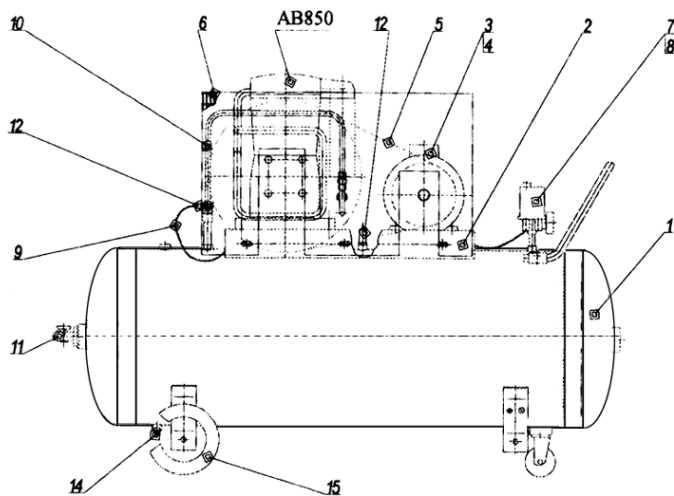
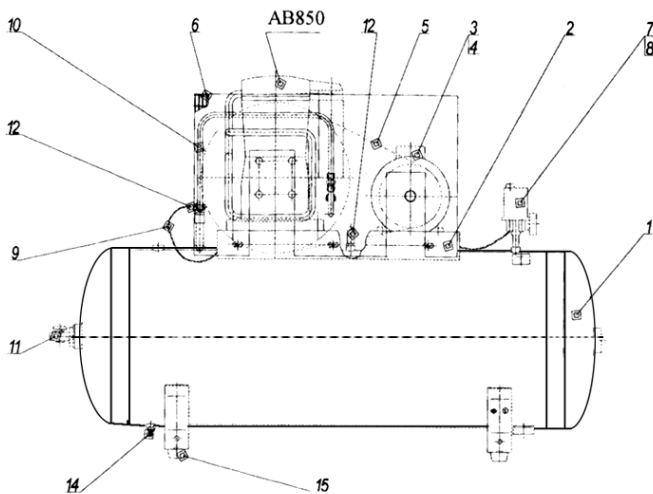
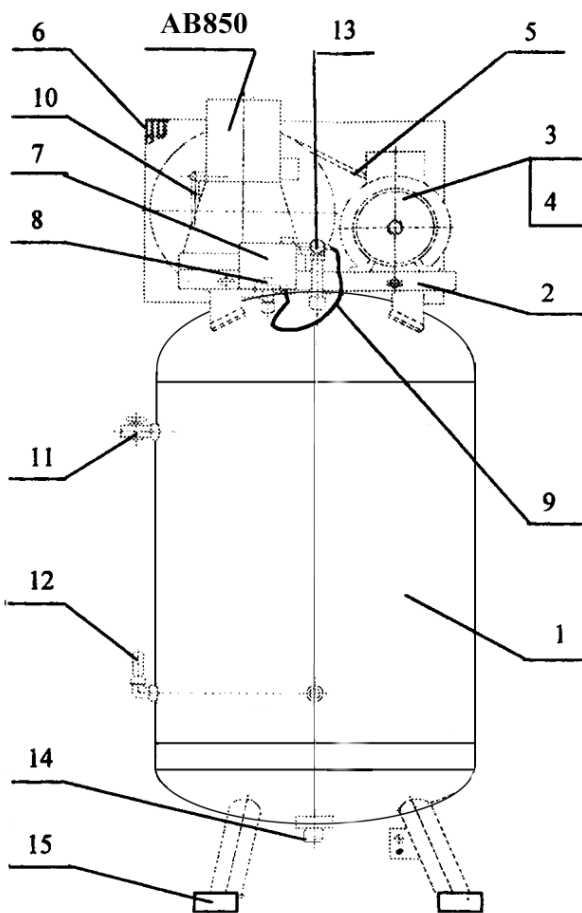

Рис. 2
Рис. 3
Рис. 4
**Примечание:** Комплект колес и амортизаторов для компрессора СБ4/С-100.АВ850 (поз.15, см. рис.), комплект колес для компрессора СБ4/С-270.АВ850 (поз. 15, см. рис. 2), комплект колес СБ4/Ф-270.АВ850, СБ4/Ф-500.АВ850 (поз. 15, см. рис. 3), СБ4/Ф-270.АВ850В (поз. 15, см. рис. 4), а также детали их крепления упакованы отдельно.